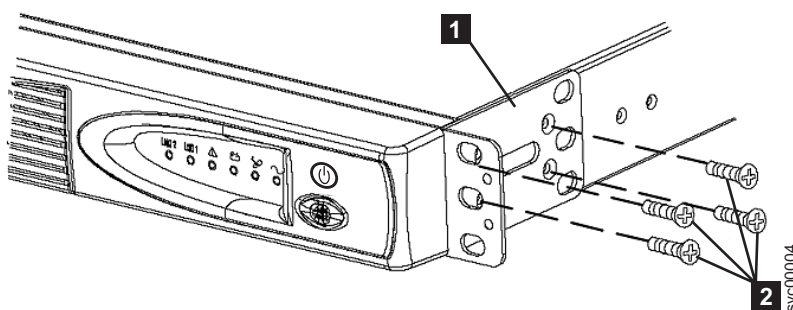

図 62. 2145-1U 無停電電源装置用サポート・レールのラックへの取り付け
3. 取り付けブラケットごとに 4 つの M3 × 6 ねじ **2** を使用して、取り付けブラケット **1** の長い側を 2145-1U 無停電電源装置の各側面に取り付けます (図 62 参照)。